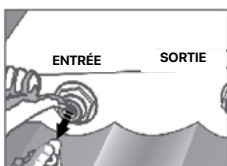

FIGURE 5
4. Poussez la douille en plastique et tirez la pièce en plastique hors de la douille.(Fig. 5).